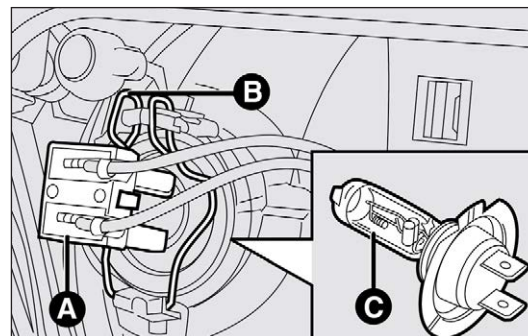

fig. 190
- débrancher le connecteur électrique A-fig. 190 ;